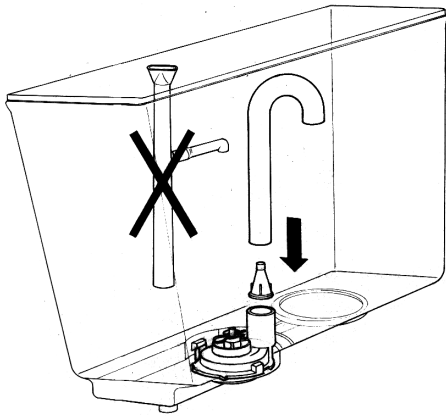

Bild 2
- 6 - Um die Schaumbildung einzuschränken, den bestimmte Produkte (Kaffee, Tee, Mandelmilch usw.) erzeugen, wenn sie mit der Pumpe gerührt werden, die spezielle Reduziervorrichtung sowie das speziell gebogene Rohr verwenden (Bild 2).